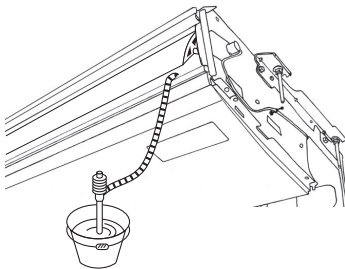

Fig. 5-3
1. Բլոկի հետ միասին մատակարարվող միացման բնիկ ⑤-ը վինիլքլորիդային տոսնձով կպցրեք դրենաժային անցքին:
2. Բլոկի հետ միասին մատակարարվող բնիկի կափարիչ ⑥-ն ամրացրեք միացման բնիկ ⑤-ին:
3. Դաշտային դրենաժային խողովակը (VP-20) կցեք միացման բնիկ ⑤-ին վինիլքլորիդային տոսնձով:
4. Փաթաթեք բլոկի հետ միասին մատակարարվող դրենաժային խողովակի կափարիչ ⑦-ը: (Ժապավենի կարում)
- Ⓒ Բնիկի կափարիչ ⑥
- Ⓓ Միացման բնիկ ⑤
- Ⓔ Դրենաժային խողովակի կափարիչ ⑦
5. Ստուգեք ճիշտ դրենաժի առկայությունը: (Fig. 5-3)